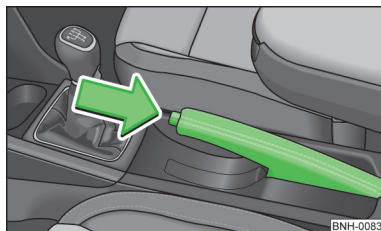

Fig. 89
- Levante un poco la palanca del freno de mano y pulse **a la vez** el botón de bloqueo » fig. 89.